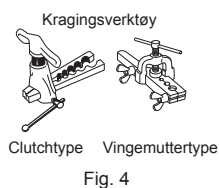

Fig. 4
- 4) Kragingsarbeid (Fig. 4, 5). Hold fast kobberøret med den dimensjonen som er vist i tabellen. Velg A mm fra tabellen i henhold til verktøyet du bruker.